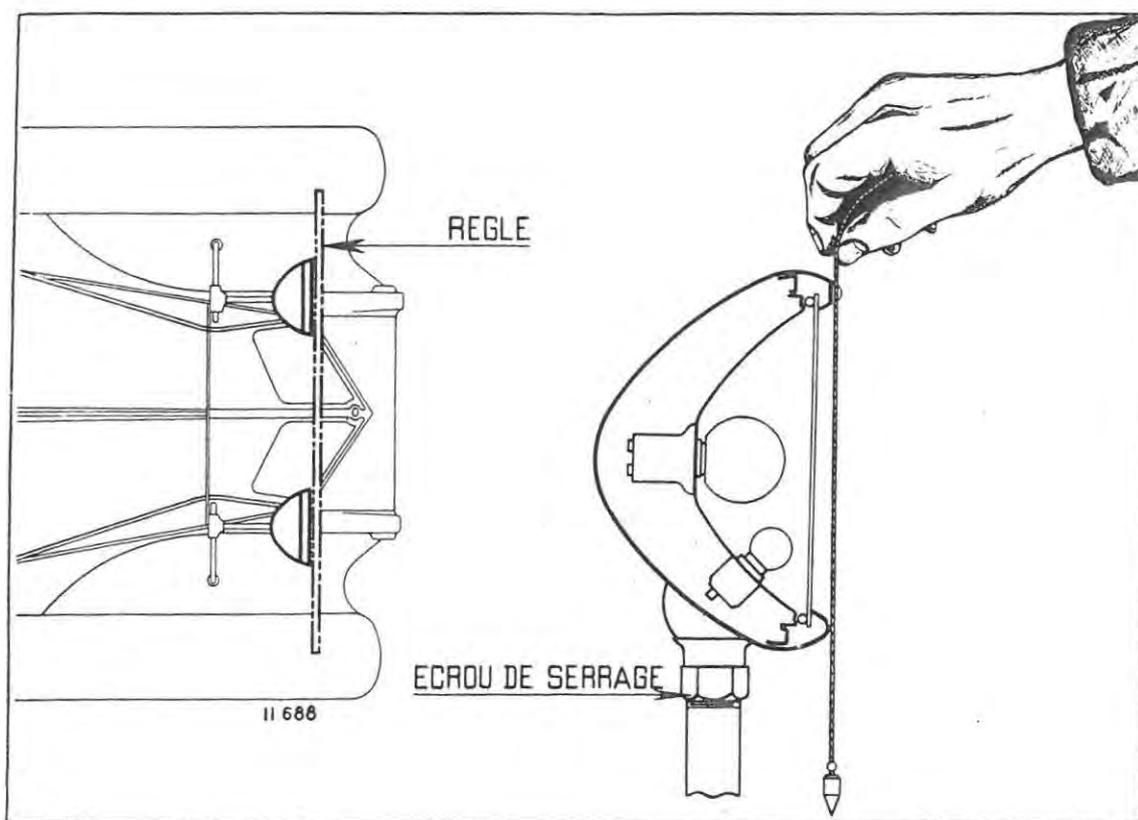

Fig. 10. — Réglage des phares.
15. Régler les phares (fig. 10).